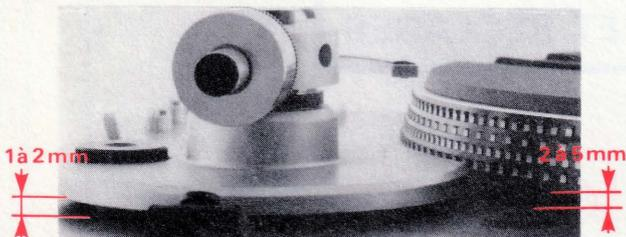

Fig. 5
## D - REGLAGE DES HAUTEURS DU PLATEAU ET DU SOCLE DE BRAS (Fig. 5)
Visser ou dévisser les embases de suspension (voir (22) vue éclatée planche B) pour obtenir les hauteurs indiquées sur la Fig. 5.